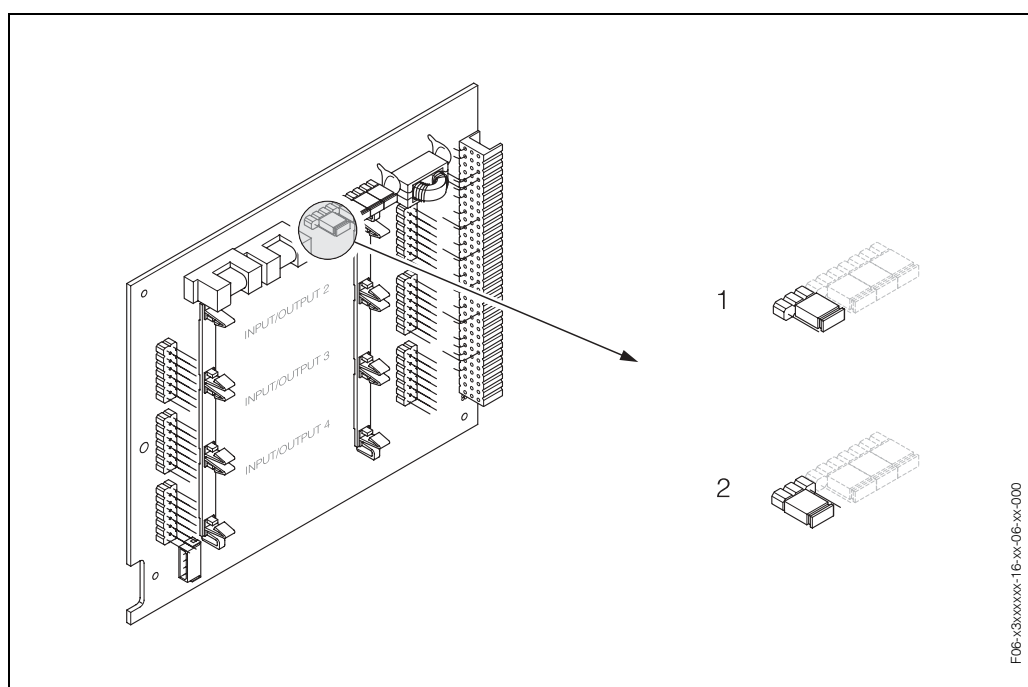

Рис. 51: Переключатель защиты записи по HART в положении on (вкл) и off (выкл) (плата I/O)
3. Путем перестановки заглушки установите переключатель защиты записи по HART в положение on (вкл) или off (выкл) → (Рис. 51).